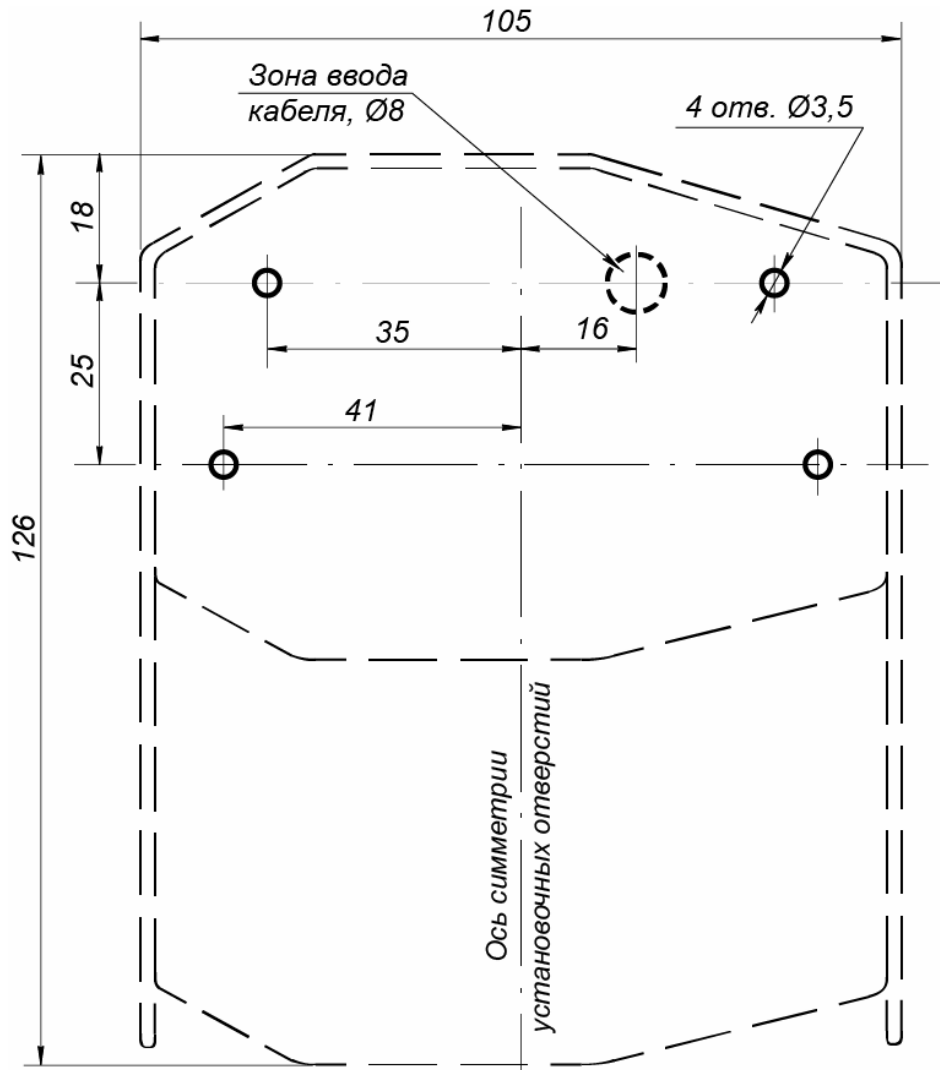
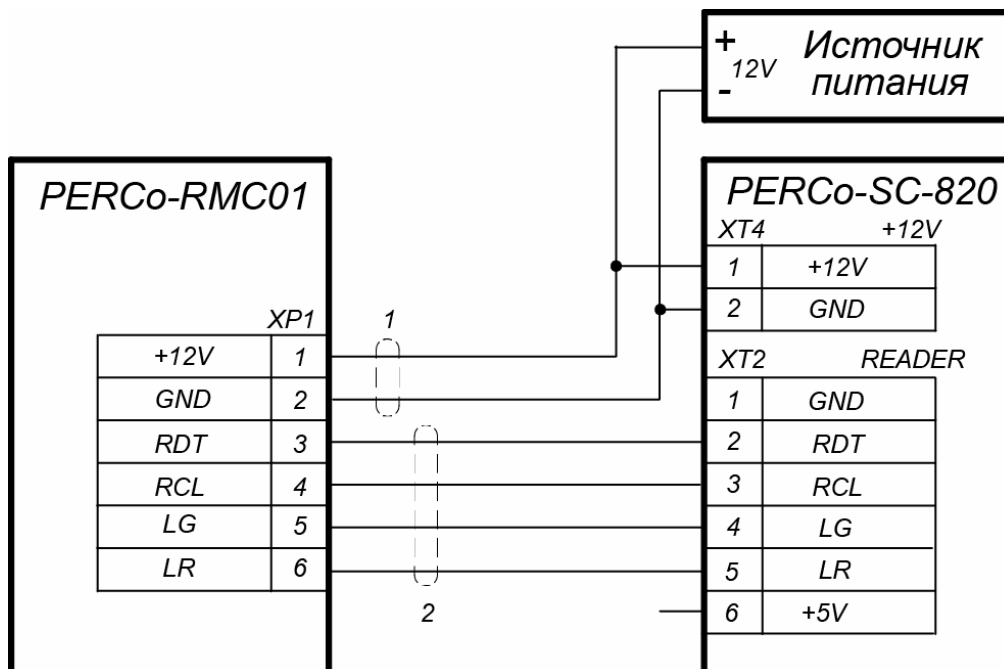

Рисунок 3. Схема разметки отверстий для монтажа считывателя
Рисунок 4. Схема подключения считывателя к контроллеру PERCo-SC-820¹
- 5 Произведите разметку и разделку отверстий на установочной поверхности для крепления считывателя и проводки кабеля к нему. Схема разметки приведена на рис. 3.
- 8 Открутите четыре винта (5), крепящие крышку считывателя (2). Осторожно потянув вверх, снимите крышку считывателя.
- 11 Подключите кабели к клеммной колодке **XP1** платы считывателя. Схема подключения считывателя к контроллеру приведена на рис. 4.